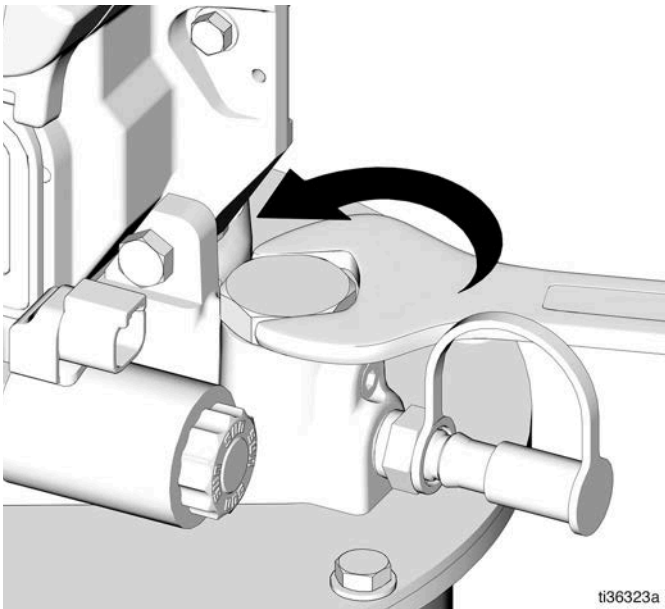
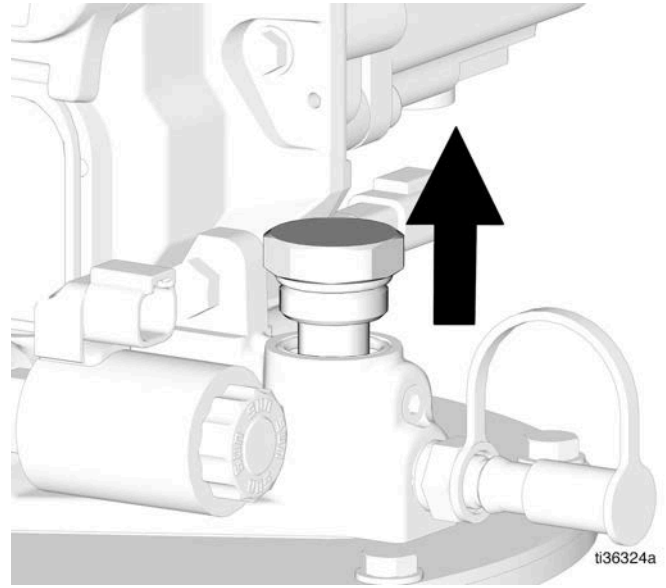

图 4
图 5
4. 拧松并卸下紧凑型 Dyna-Star 自动加注截止阀塞。按照当地法规处理插塞（图 4 和图 5）。